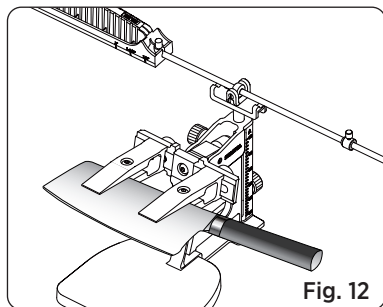

Fig. 12
1. Placera bladet så djupt som möjligt och säkert i klämmans. (Se Fig. 12)